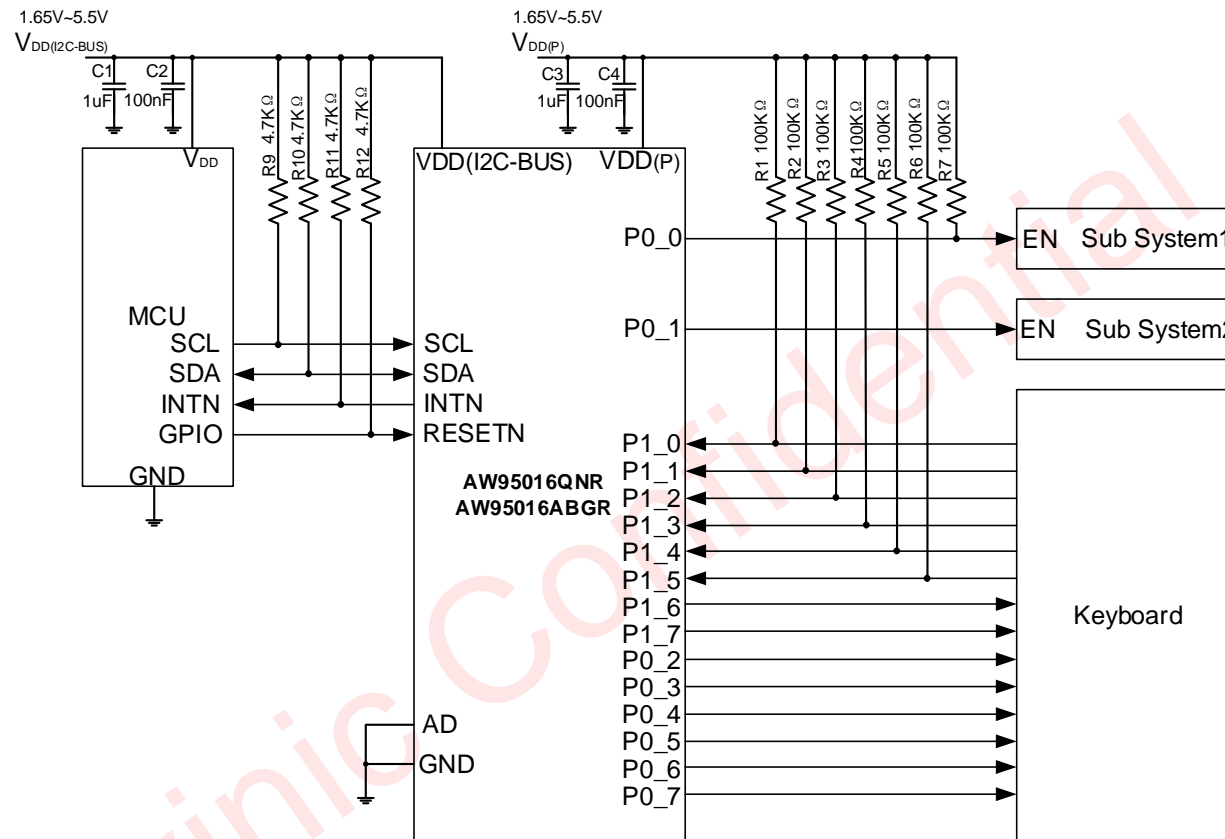

图 4.6 AW95016 键盘应用电路图
- AW95016(A)是一款带有 I2C 接口的 16 位 GPIO 扩展器，应用于外接键盘场景的典型应用图如图 4.6 所示；